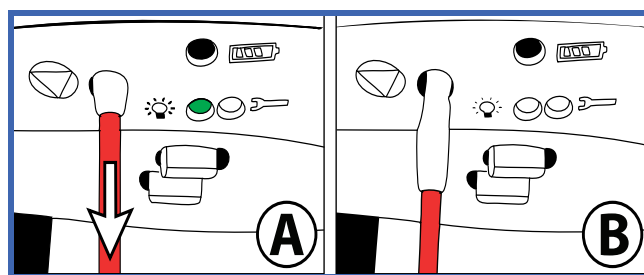

Fig. 9
- 1) Stands liften i en nødsituation ved at trække forsigtigt i den røde nødstopssnor en enkelt gang, indtil der lyder et "klik" (se Fig. 9 - A). Læg mærke til, at nulstillingskontaktens plasticindsats i den øverste ende af den røde snor har bevæget sig ud (se Fig. 9 - B). Det grønne strømindicatørlys er slukket. Det kan også bemærkes at plejemodtageren begynder at blive sænket langsomt, når nødstoppet aktiveres. Dette er normalt.